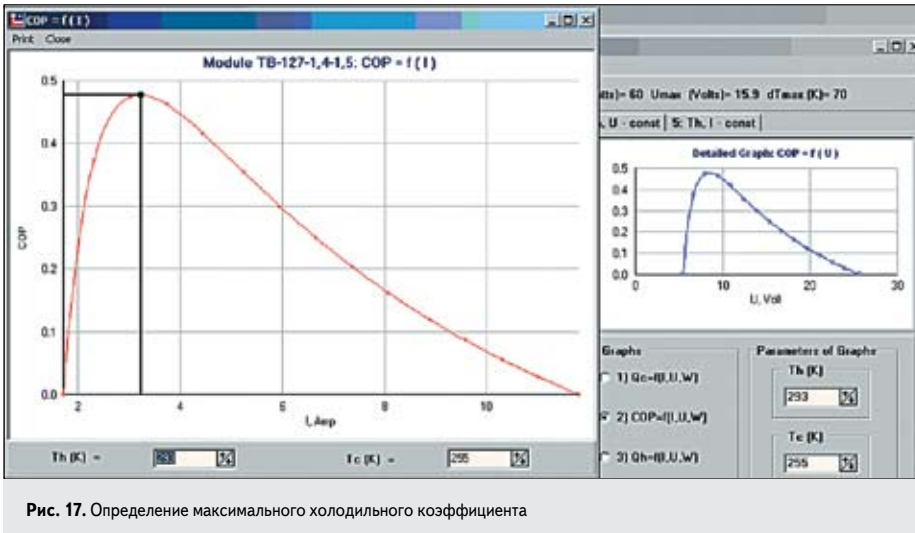

Рис. 17. Определение максимального холодильного коэффициента
4. На графике $COP = f(I)$ (рис. 17) группы № 2 находим максимальный $COP = 0,48$ и соответствующий рабочий ток $I = 3,2$ А.